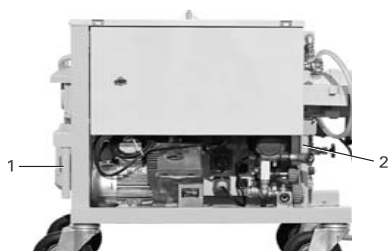

Рис. 12: Ручки для Транспортировки вручную
- при транспортировке вручную можно снять трубу смесителя, компрессор, систему насосов и дополнительное оборудование и транспортировать их отдельно; на каждой стороне каркаса имеется по две проушины на различной высоте для транспортировки (рис.12)